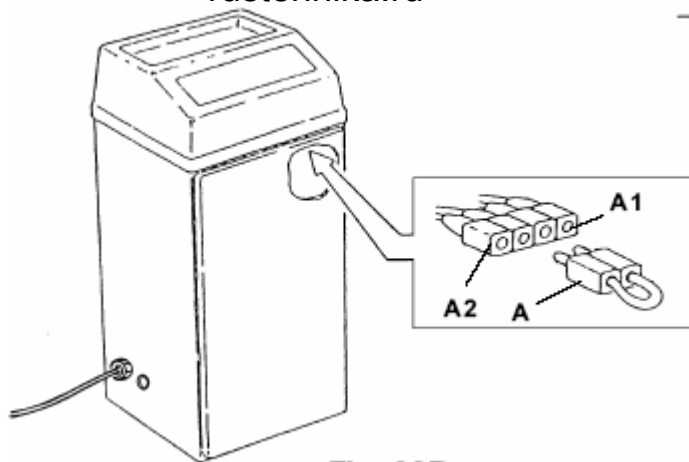

Рис. 22В
Пропустите кабель питания через кабельный зажим на боковой панели пульта управления и подсоедините провода к контактной панели (см. схему электропроводки и рис. 22) в соответствии с их номером. Убедитесь в том, что вилка (A) вставлена в разъем (A1). Это выключает реле давления подъемника.